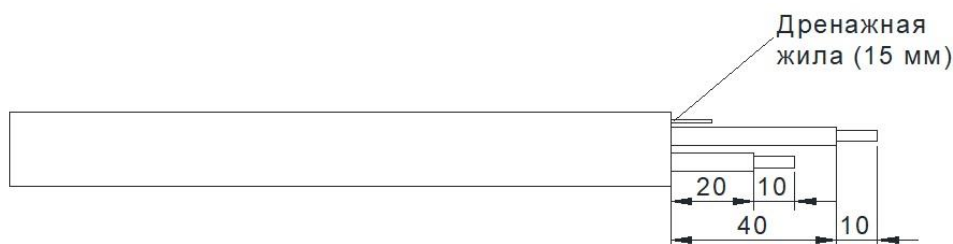

Рисунок 1.
2.7. Для подготовки нагревательного кабеля к соединению с одной стороны необходимо: удалить оболочку на длине 50 мм от края нагревательного кабеля, удалить фольгу, одну из изолированных жил укоротить на 20 мм, зачистить изоляцию обеих жил на длине 10 мм, укоротить дренажную жилу до 15 мм. Рисунок 1.